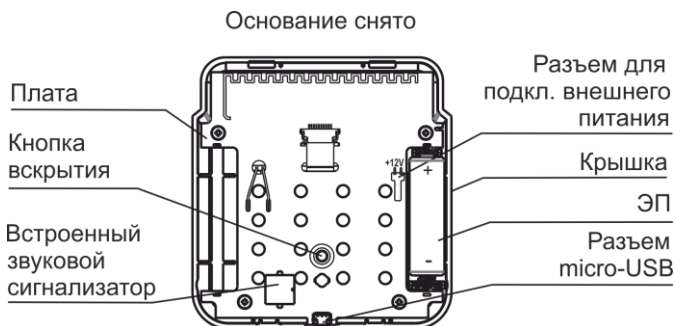

Рисунок 2
4.1 Конструктивно пульт выполнен в виде блока, состоящего из основания и съемной крышки (рисунок 2).